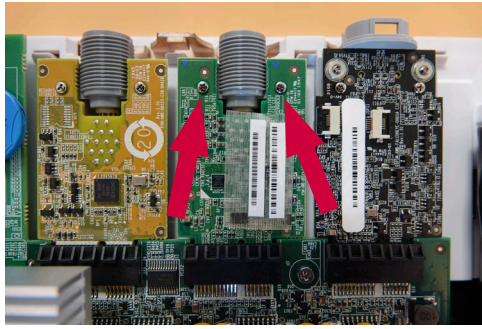

图 16 拆除要更换的 VDI 板上的螺钉
使用螺丝刀松开固定 VDI 板的两个螺钉(图 16)
d) 插入并拧紧将 VDI 板固定到位的两个螺钉(最大扭矩为 0.2Nm)(图 16)